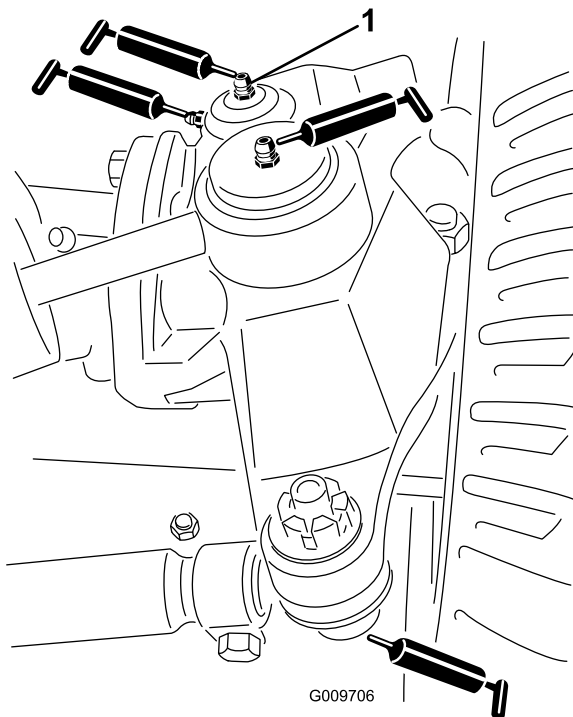

図 22
- ステアリングシリンダのボールジョイント 2ヶ所 図 22
- タイロッドのボールジョイント 2ヶ所 図 22
- キングピンのブッシュ 2ヶ所 図 22。但しキングピン上部は1年に1回のみポンプ2回押しのみとする。